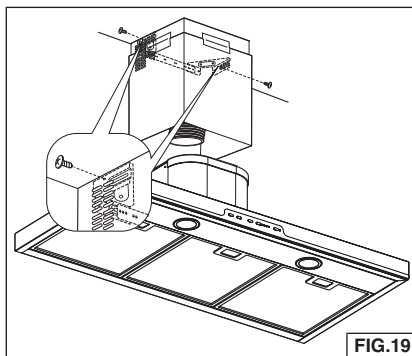

FIG.19
7. Levante el tubo de humos a su posición. Asegure el tubo de humos superior al soporte de montaje del tubo con (2) tornillos de 3.9 x 6 mm. Fig. 19.